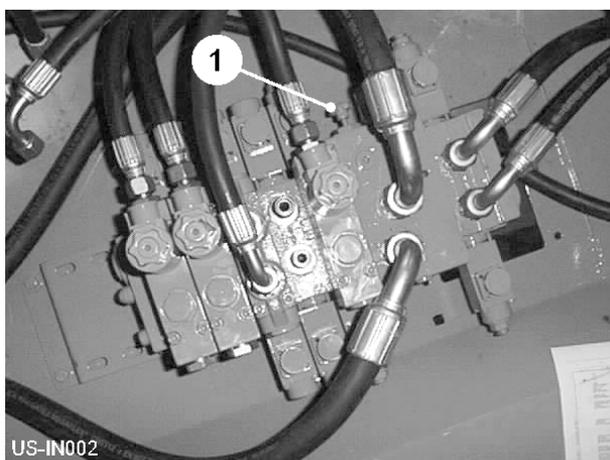

Fig 4
La banda de válvula hidráulica principal, situado detrás del guardián de LH de parte trasera de la máquina, incluye un tornillo graduable que (item 1, fig 4) que permiten fácil cambiar de cerrado a abierto centran y vice versa. Para tractores de configuración del centro cerrados, gire el tornillo en sentido de las agujas del reloj until completamente cerrado. Para el centro abierto, gire el tornillo en sentido contrario a las agujas del reloj until completamente resplandeciente.